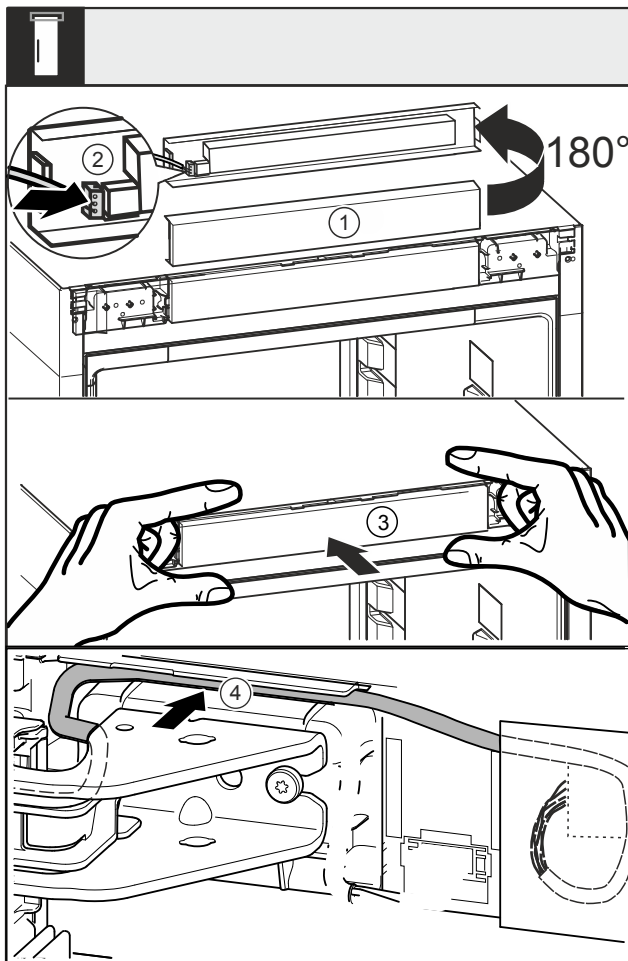

Fig. 46
- Pöörake ilukatet Fig. 46 (1) 180° ülespoole.
- Fikseerige pistik Fig. 46 (2) käsitsesismooduli ilukatte külge.
- Fikseerige ilukate Fig. 46 (3) jälle seadme külge.
- Vedage kaabel ettevaatlikult juhikus Fig. 46 (4) üle ülemise laagripuki.